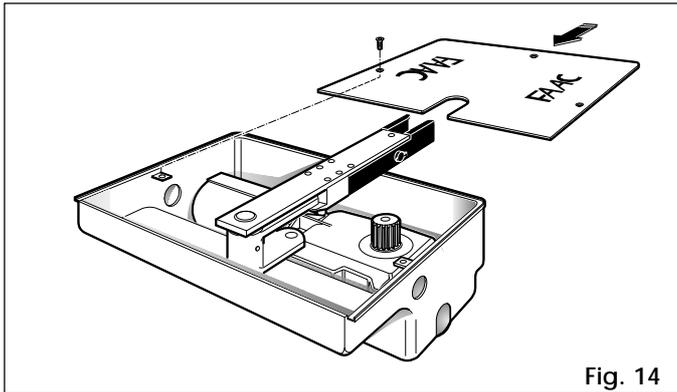

Fig. 14
- 6) Fissare il coperchio della cassetta tramite le viti in dotazione (fig. 14).